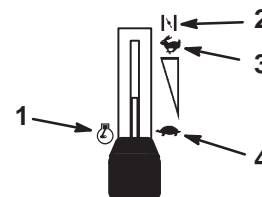

Bild 6
3. Stellen Sie den Gasbedienungshebel auf Choke (Bild 6), bevor Sie einen kalten Motor anlassen.
5. Schieben Sie den Gasbedienungshebel nach dem Anspringen des Motors langsam auf Schnell (Bild 6). Stellen Sie, wenn der Motor aussetzt oder unregelmäßig läuft, den Gasbedienungshebel für ein paar Sekunden wieder zurück auf Choke. Schieben Sie dann den Gasbedienungshebel in die gewünschte Stellung. Wiederholen Sie diesen Vorgang nach Bedarf.
1. Schieben Sie den Gasbedienungshebel auf Schnell (Bild 6).